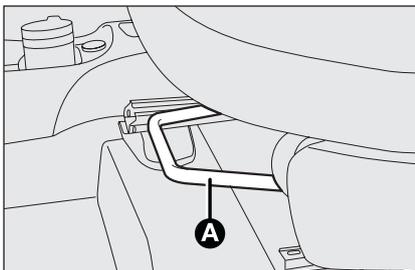

fig. 17
### Regolazione in senso longitudinale fig. 17
**ATTENZIONE** L' utilizzo della leva **D** prima di bloccare il sedile nella posizione iniziale, provoca la perdita della posizione di partenza del sedile, in questo caso necessita regolare la posizione del sedile tramite la regolazione longitudinale **fig. 17**.